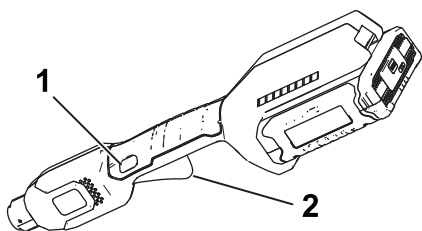

Figura 7
4. Per avviare il decespugliatore, premete il pulsante di bloccaggio, poi schiacciate la levetta della velocità variabile (Figura 7).